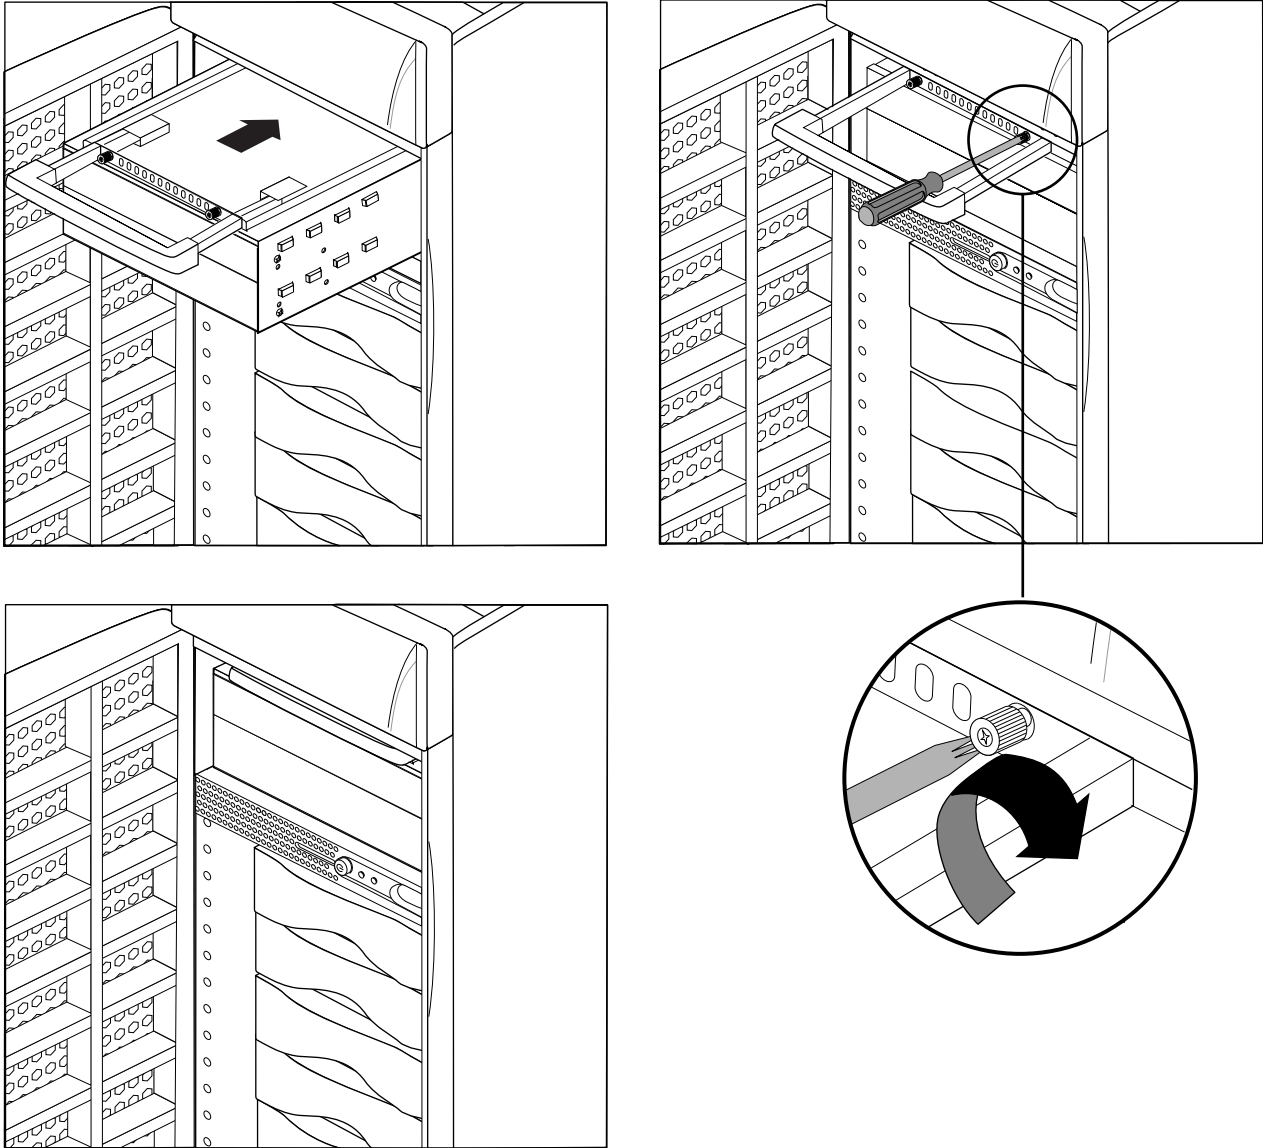

Figure 7-11 Remise en place du tiroir de périphérique 5,25 pouces
6. Faites glisser le tiroir dans le système et fixez-le à l'aide des deux vis imperdables (voir Figure 7-11).